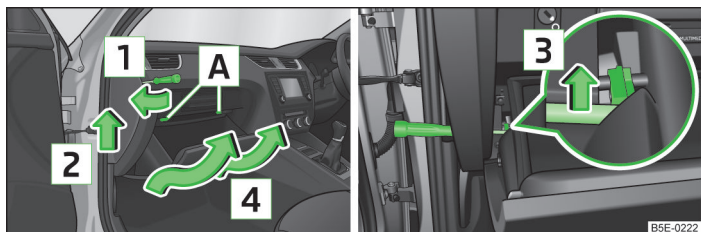

Abb. 214 Ablagefach auf der Beifahrerseite: Rechtslenker
- › Einen Schraubendreher unter die Seitenabdeckung einschieben » Abb. 214.
- › Das Ablagefach hinter die Halterungen **A** einziehen » Abb. 214.